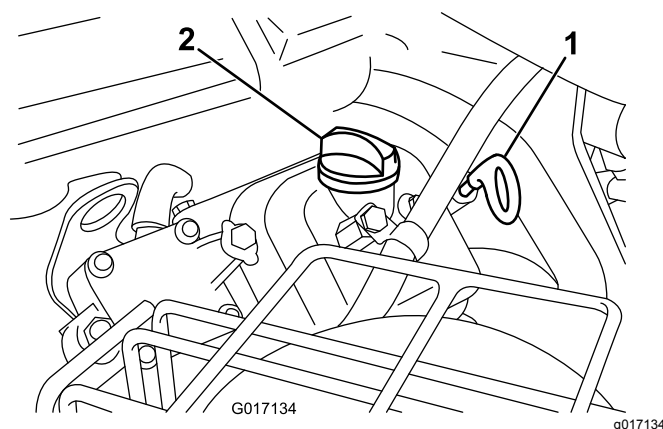

Figura 38
2. Estraete l'asta di livello e asciugatela con un panno pulito. Premete l'asta di livello nel tubo e assicuratevi che sia completamente in sede (Figura 38).